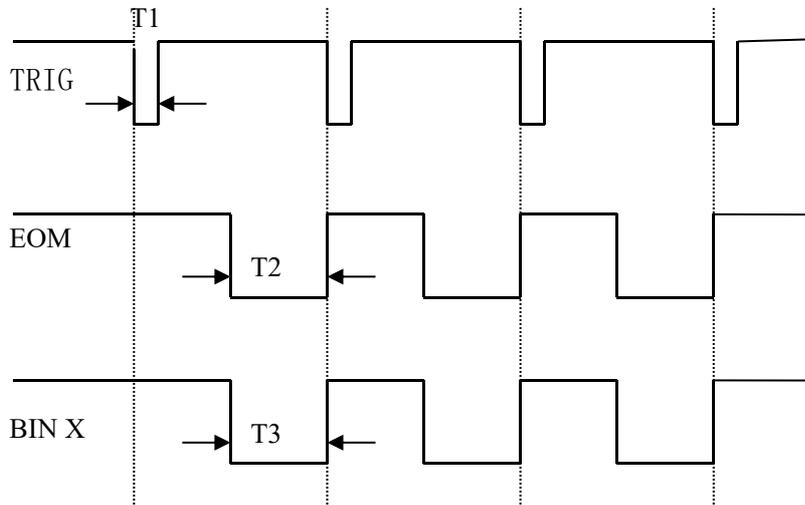
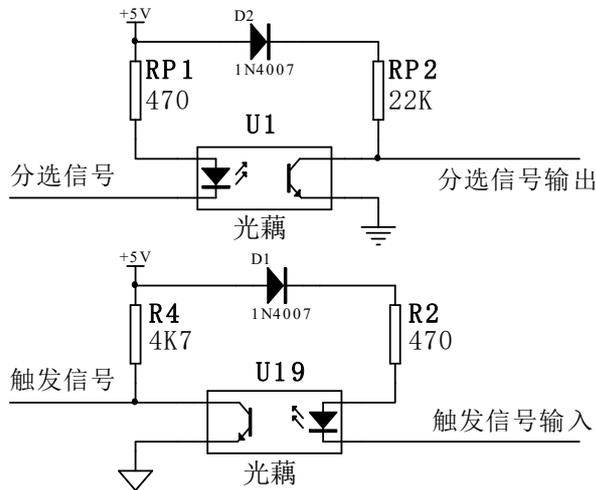

图 9: PLC 接口时序图
图 10: PLC 接口电路简图
- 1>. TRIG 触发启动信号，如图 9 中 T1，低电平有效，脉宽约为 4—30ms。一个低电平触发信号只能测量一次，若一直为低电平信号，也只能测量一次。
- 2>. EOM 测量结束信号，如图 9 中 T2，低电平有效，为低时表示分选信号已有效，为高时说明还在对器件进行测量。
- 3>. Bin X 分选输出信号，如图 9 中 T3，低电平有效，为低时表示分选信号已有效，为高时说明分选信号无效，每次测量时都置分选输出为高电平。
PLC 接口时序如图 9 所示, 图中有 4 个启动信号, 4 次测试分选。PLC 接口输出电路简图, 如图 10 所示。